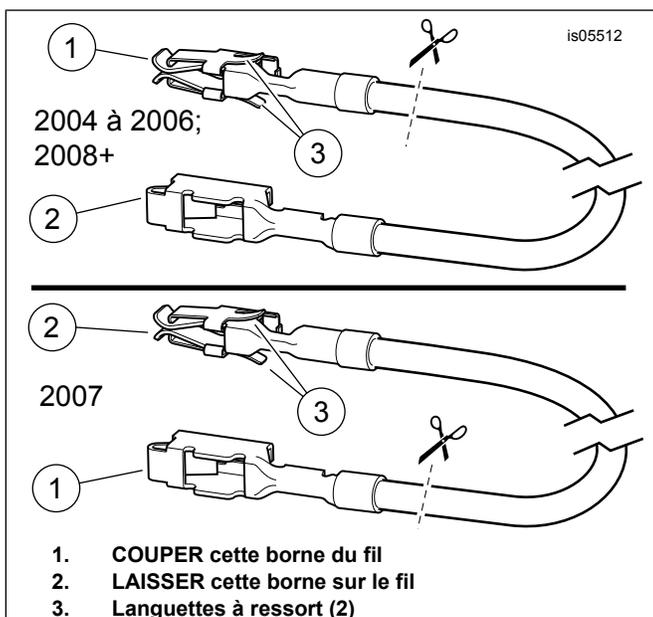

Figure 12. Fil adaptateur de bloc fusibles (modèles FL Touring)
2. Prendre le fil adaptateur orange/blanc (15) du bloc fusibles dans le kit.
a. **Pour les modèles 2004 à 2006 :** Voir la figure 12. (vue de dessus). Bien noter la borne à chaque extrémité. Seule la borne SANS les languettes à ressort convient à la cavité de fusible. Couper avec soin la borne AVEC les languettes à ressort du fil et la jeter.
b. **Pour les modèles de 2007 :** Voir la figure 12. (vue de dessous). Bien noter la borne à chaque extrémité. Seule la borne AVEC les languettes à ressort convient à la cavité de fusible. Couper avec soin la borne SANS les languettes à ressort du fil et la jeter.
a. Voir Figure 12. (Vue de dessus). Bien noter la borne à chaque extrémité. Seule la borne AVEC les languettes à ressort convient à la cavité de fusible. Couper avec soin la borne SANS les languettes à ressort du fil et la jeter.